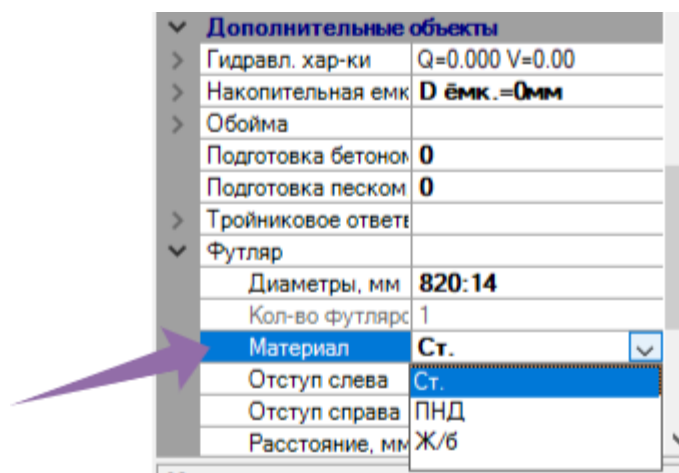

Рис. 6. Выбор материала для футляра
**«Материал».** В сравнении участвует упрощенное наименование материала футляра заданное в поле (см. рис. 6).